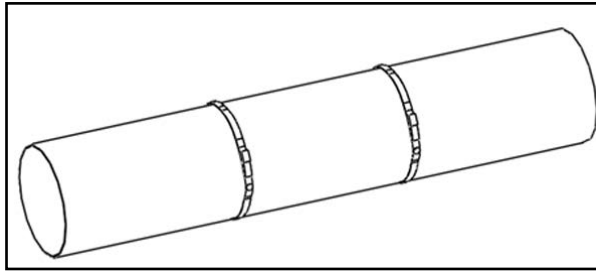

Figure 10 : Colliers de fixation installés sur une conduite
- b. Installez les deux colliers de fixation sur la conduite à environ 30 cm (12 pouces) l'un de l'autre (voir la figure 10 ci-dessous).